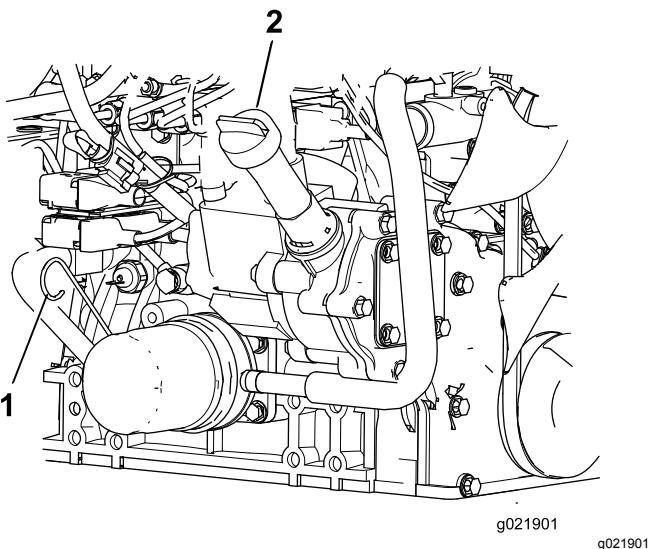

Bild 74
3. Entfernen Sie den Peilstab, wischen ihn ab und führen ihn wieder in das Rohr ein; ziehen Sie ihn dann wieder heraus. Der Ölstand sollte zwischen der NACHFÜLL- und VOLLMARKIERUNG sein (Bild 74).
4. Wenn der Ölstand niedrig ist, entfernen Sie den Einfülldeckel und füllen Sie Öl ein, bis der Stand zwischen der VOLLMARKIERUNG und der NACHFÜLL-MARKIERUNG liegt (Bild 74).